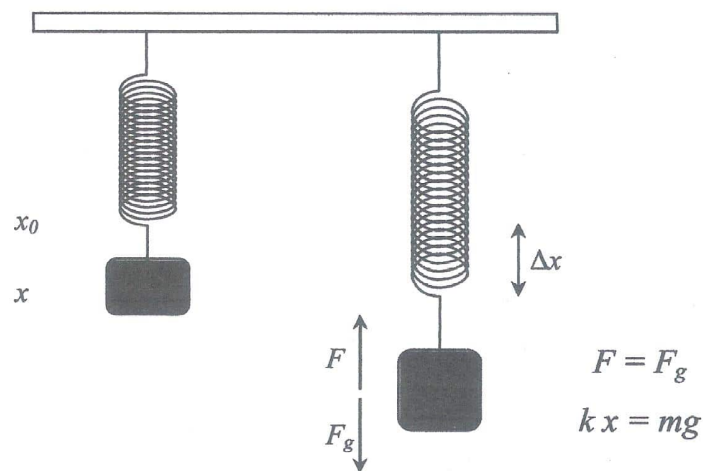

Figura 1. Sistema massa-mola sob a ação da força da gravidade.
Um dos exemplos mais fáceis de visualizar é a deformação elástica de uma mola helicoidal, cujo esquema é mostrado na figura 1. Nos sólidos em geral e, em especial, nas molas, a deformação está relacionada à força de restauração pela relação conhecida como **Lei de Hooke**:
Para verificar essa relação, aplicamos uma força bem definida em uma mola, suspendendo-se aí uma massa, como mostrado na figura 1. Quando o sistema massa-mola entra em equilíbrio, o peso da massa pendurada é igual à força de restauração da mola. Note que quanto maior for a constante elástica da mola, k , maior é a força de resistência com que a mola se opõe ao deslocamento da massa.
Neste terceiro experimento, utilizando a montagem esquematizada na figura 1, você deverá:
Neste experimento, iremos fazer uma montagem similar à apresentada na figura 1. Temos duas molas (ou dinamômetros) diferentes para medir suas constantes elásticas. Observe que em cada uma existe uma identificação com o valor máximo de força que pode ser aplicada à mesma. **Certifique-se de que em suas medidas a força aplicada NUNCA seja maior que o valor máximo suportado, pois isso causaria uma deformação permanente na mola/dinamômetro.**
1. Monte o sistema conforme o esquema da figura 1, pendurando uma das molas no suporte fornecido. Use uma massa apropriada para causar uma pequena elongação inicial na mola entre 5 mm e 10 mm. **Nota:** Esta massa não-nula na posição inicial é necessária para descomprimir a mola e colocá-la na região de operação onde vale a Lei de Hooke.